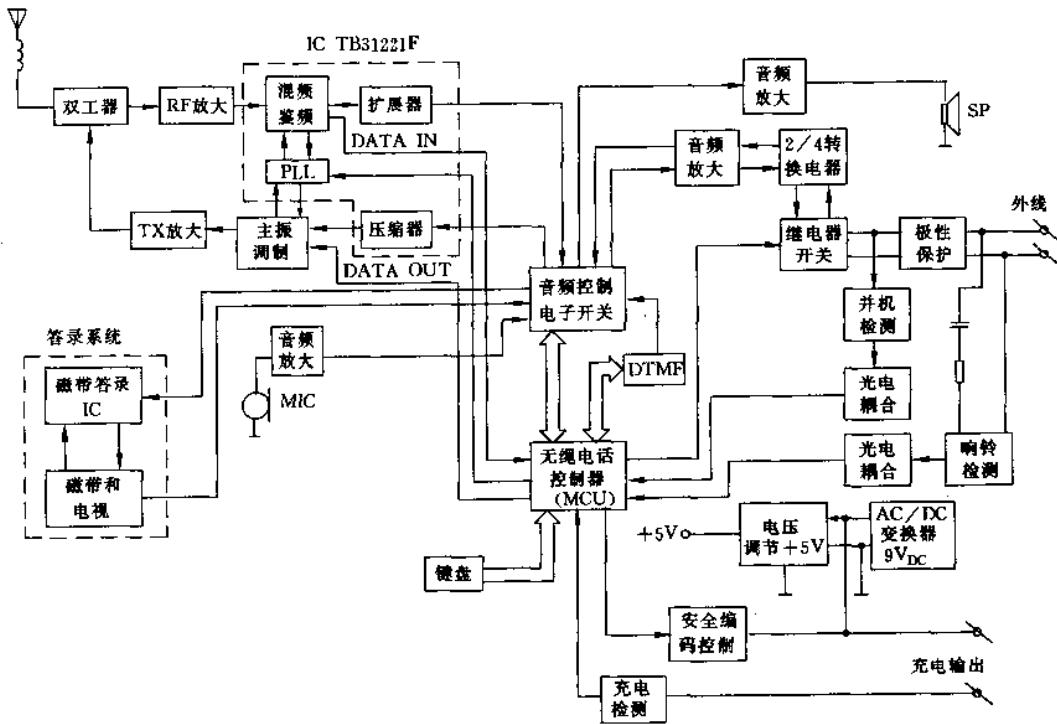

图 2-102
(2) 磁带型答录系统的构成框图如图 2-102 所示,图中, TB31221F 是超大规模集成电路,它将混频器、鉴频器、锁相环、压缩器和扩展器等几个功能电路集中在一个 IC 的芯片中,从而大大简化了电子线路。从图中可以看出,磁带型答录系统的无线电话主机中只用了一个微型处理器,其主机的收发功能和自动应答功能是集中控制的。显然,在技术处理上(如硬件设计和软件设计),磁带答录系统要比数字答录系统简单一些,由于磁带在操作过程中要有一个倒带或进带过程,因此其操作没有数字系统来得快捷方便。